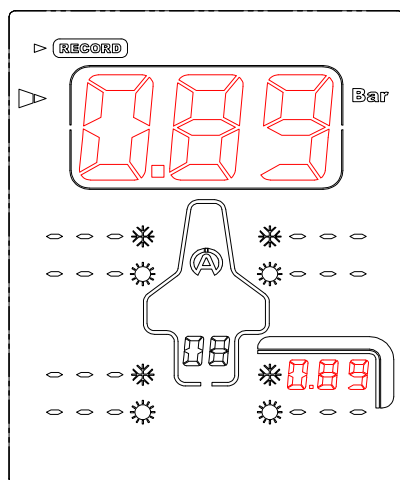

Figure 3
- 3) Appliquez l'embout du Tyrecontrol sur la valve du pneu (figure 3).